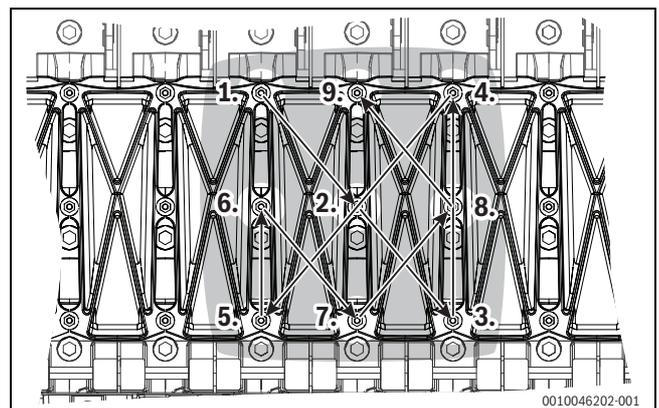

Fig. 58 Schéma de serrage
- ▶ Revisser la trappe de visite conformément au schéma de serrage représenté ci-dessous (1-2-3-4-5-6-7-8-9; → Figure 58) (couple de serrage : 7 Nm) ou effectuer un nettoyage humide de l'échangeur thermique.